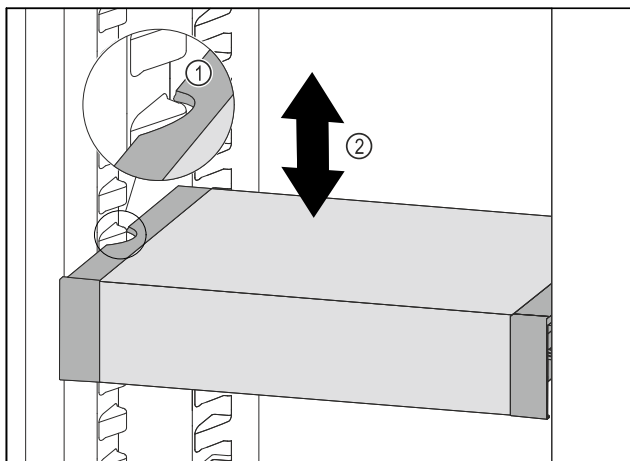

Fig. 79
- ▶ Tirare VarioSafe in avanti fino a quando le cavità laterali di VarioSafe non si trovano al livello della nervatura del contenitore nel vano frigorifero. Fig. 79 (1)
- ▶ Spostare VarioSafe verso l'alto o verso il basso nel vano frigorifero fino a raggiungere l'altezza desiderata. Fig. 79 (2)